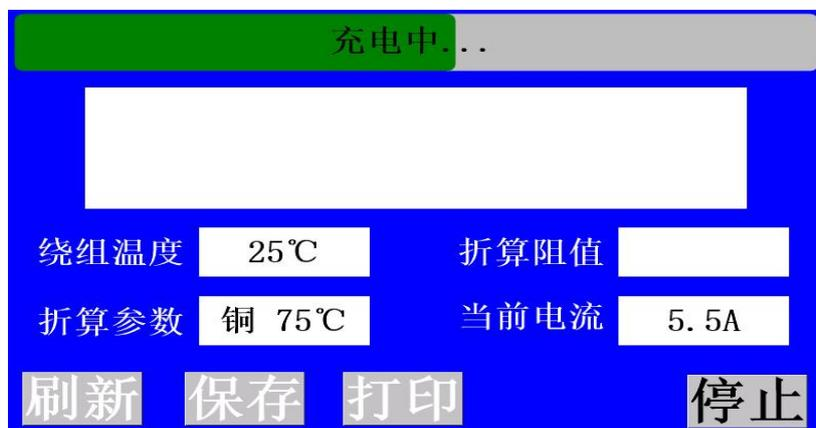

图 5
- 在量程选择界面中点击合适的电流档位或自动档，仪器开始进入测试状态。首先仪器对感性负载进行一个充电过程，此时液晶屏显示“充电中”界面，几秒钟后充电过程会自动完成。如图 5 所示：